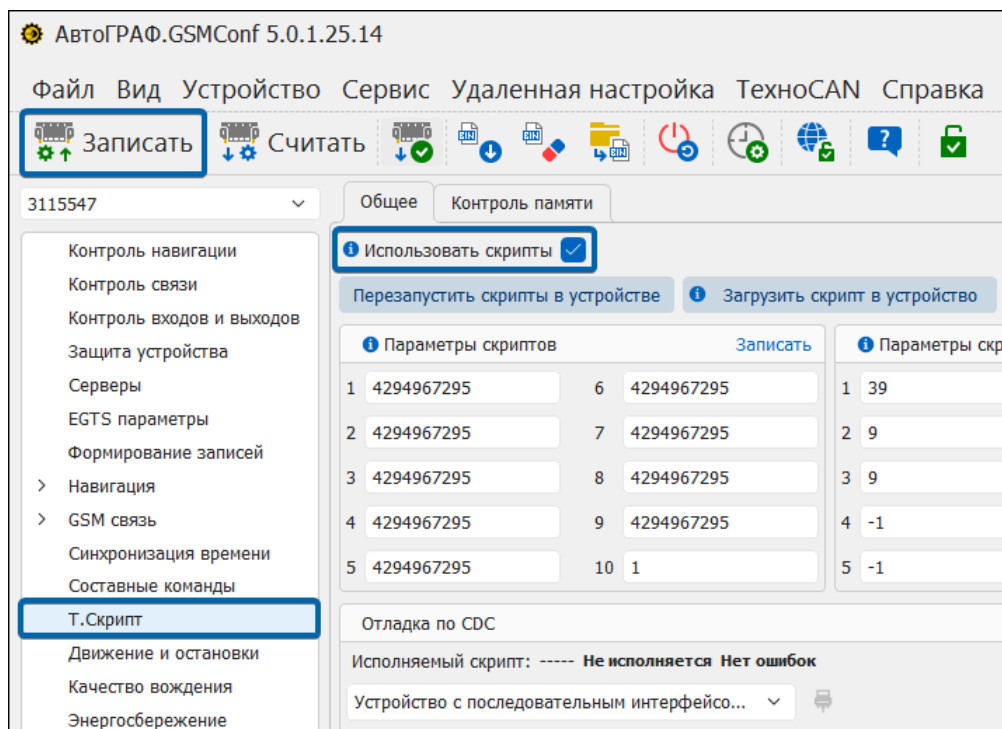

Рис.7. Включение работы скриптов
- через конфигуратор АвтоГРАФ GSMConf 5.0 — выберите в настройках раздел «Т.Скрипт», установите чек-бокс «Использовать скрипты» и нажмите кнопку « ↑ Записать» (Рис.7).